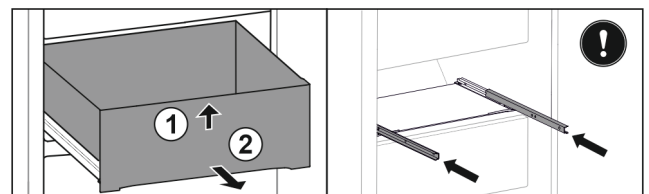

Fig. 28 \*
- ▶ Schubfach vorne anheben Fig. 28 (1)\*
- ▶ Nach vorne entnehmen Fig. 28 (2)\*